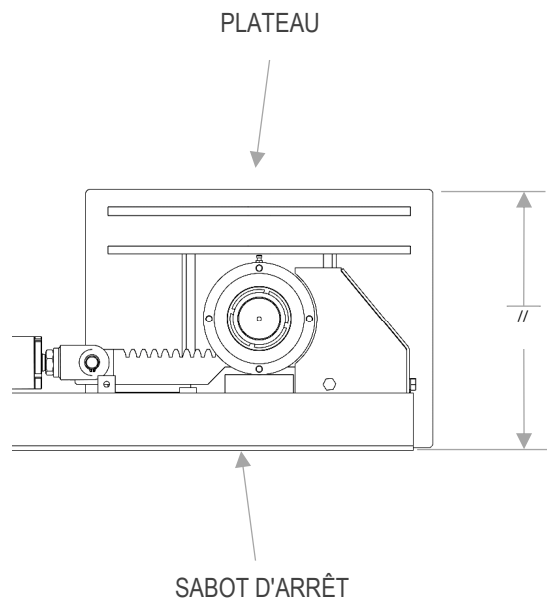

Figure 23
7. Si le plateau est parallèle au sabot d'arrêt et que les deux plateaux droit et gauche sont également alignés entre eux, le calage est correct (voir Figure 23)
8. Si la plaque n'est pas parallèle au sabot d'arrêt (comme indiqué dans la Figure 23) ou si les deux plaques ne sont pas alignées entre elles, agir sur la position de la fourche, la visser ou la dévisser pour faire tourner la plaque dans le sens des aiguilles d'une montre ou dans le sens inverse des aiguilles d'une montre pour l'amener dans la bonne position (calage)